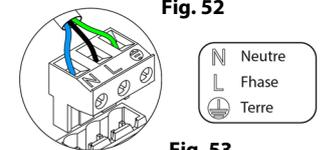

Fig. 53
Le module est connecté à l'alimentation électrique par une borne à 3 broches ①. Fixez les câbles à l'aide des vis de la borne, en respectant la polarité de celle-ci (Fig. 53).